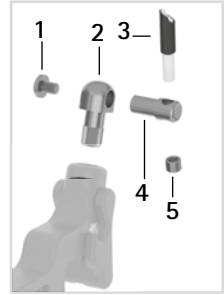

Fig. 6
- 1 Collez la fixation pour support de câble de traction (2 ; Fig. 6) dans l'orifice du cliquet de verrouillage à l'aide de la colle bicomposant. L'orifice de la fixation pour support de câble de traction doit alors être parallèle à l'axe de l'articulation.